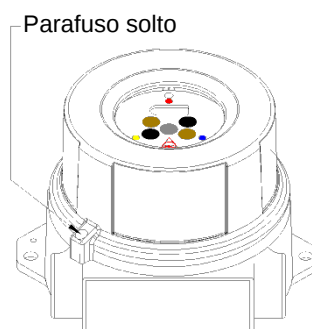

Figura 2-6
4. Solte o parafuso de regulação na tampa do compartimento. (veja a Figura 2-6.)